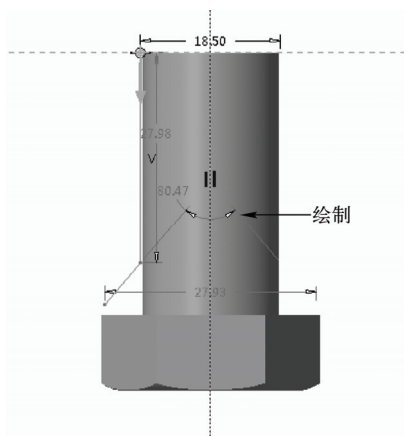

图 6-53 绘制草绘截面一
STEP 06 进入草绘环境并打开“草绘”选项卡，单击相应按钮，绘制草绘截面，如图 6-53 所示。